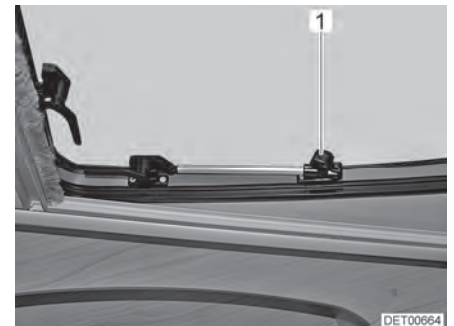

Bild 44 Takfönster med vridspärrar, öppen
- Det takfönstret öppnas till önskat läge och låses med den lettrade hylsan (Bild 44,1).
- Vrid den lettrade hylsan (Bild 44,1) tills låsningen släpper.